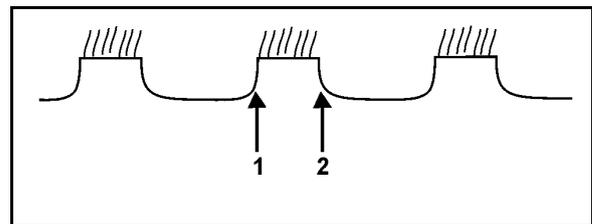

Fig. 44
- Desplazar la 1ª fila de discos hacia la derecha y volver a comprobar (Fig. 44):